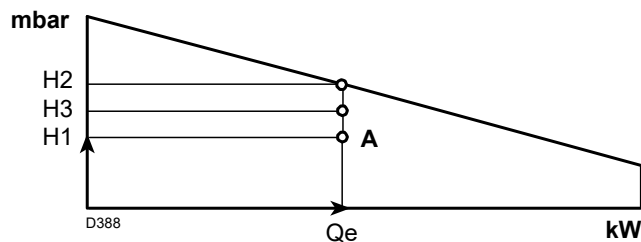

图 40
点 **A** 必须在出力范围内 (图 40)。
- 4 - 从点 **A** 画一条垂直线，图 40，在出力范围内找到最大压力 **H2**。
如果 **H3** 大于 **H1**，如图 40，燃烧器可达到所需出力。